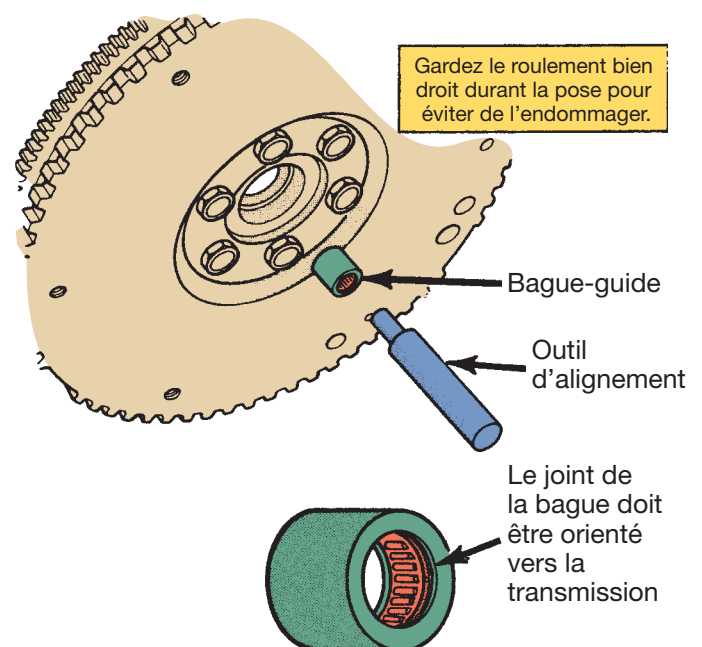

Figure 1-26 Méthode d'installation type d'une bague-guide. Chrysler LLC
- Contrôlez s'il y a usure de la bague-guide ou du roulement-guide. Remplacez la pièce au besoin (**figure 1-26**).